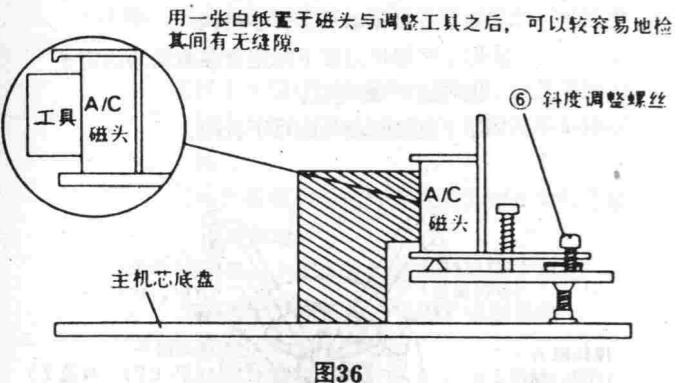
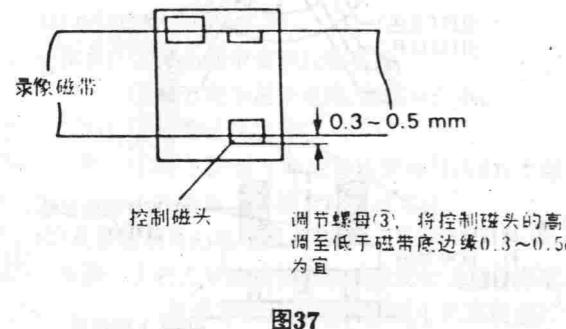

图36
图37
⑧按图36所示,置定A/C磁头的倾斜度;
⑨装入校正用磁带,用专用套筒改锥(如表1
中所示)粗调A/C磁头高度调整的六角螺母③,让磁带达到图37所示的位置;
- 步骤：①拆去磁带盒室控制机构；
②检测张力杆的位置（见“张力杆位置的检测和调整”一节）；
③检测调整视频搜索状态时的反向张力（见“视频搜索倒带状态时反向张力的检测”一节）；
④调整A/C磁头的倾斜度，如图36所示；
⑤按上述步骤对磁带走行情况进行粗调：